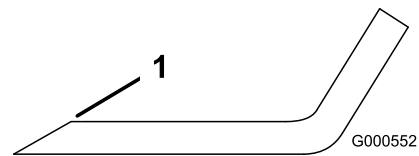
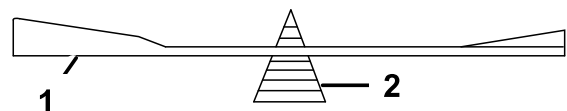

Figure 54
Figure 55
1. Au moyen d'une lime, aiguissez les tranchants aux deux extrémités de la lame (Figure 54). Veillez à conserver l'angle de coupe d'origine. Limez la même quantité de métal sur chacun des deux tranchants pour ne pas déséquilibrer la lame.
2. Vérifiez l'équilibre de la lame en la plaçant sur un équilibreur (Figure 55). Si la lame reste horizontale, elle est équilibrée et peut être utilisée. Si la lame est déséquilibrée, limez un peu l'extrémité de l'ailette seulement (Figure 54). Répétez cette procédure jusqu'à ce que la lame soit équilibrée.